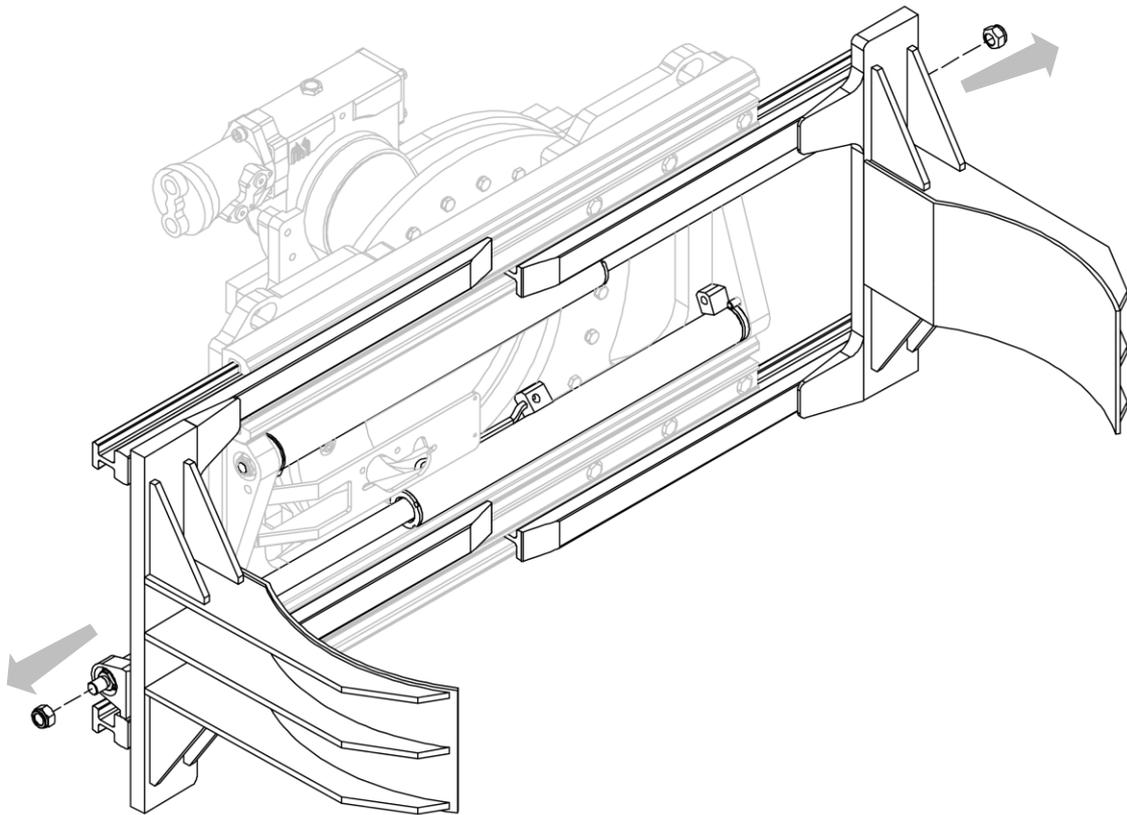

Figure 36
3. Retirer les écrous qui raccordent les vérins aux fourreaux (voir Figure 36).